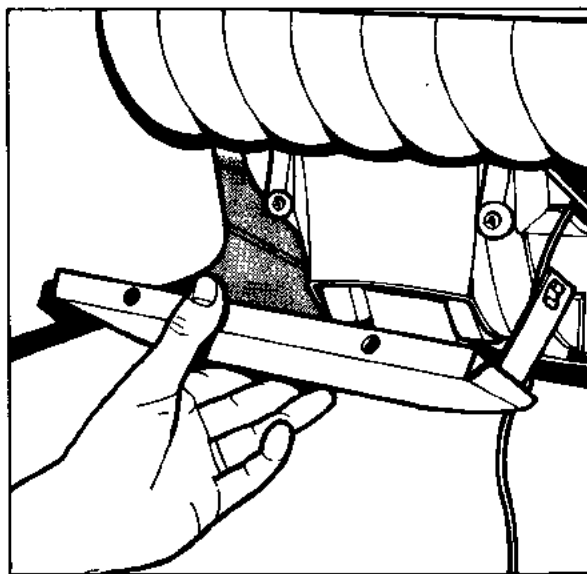

Fig. 6
- Verwijder het middelste gedeelte van de onderste dashboardrand (fig.6) (op 4 punten bevestigd).